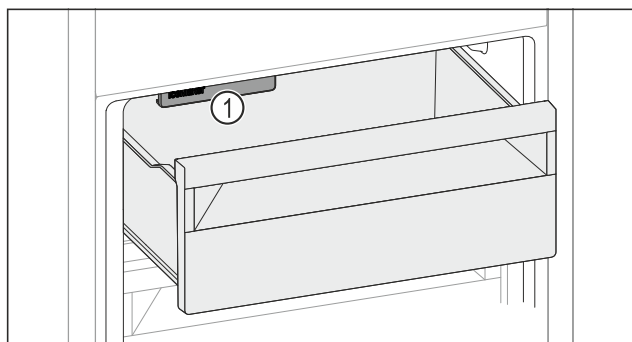

Fig. 151
- ▶ Dávejte pozor na IceMaker Fig. 151 (1).